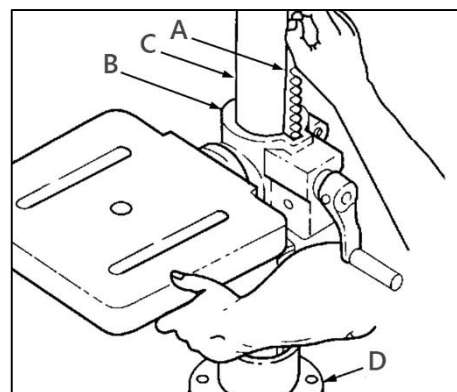

Рисунок 5.
Установите зубчатую рейку так, чтобы ее длинный гладкий конец смотрел вверх, в таком положении вставьте ее в паз в отверстии кронштейна стола. Соедините зубчатую рейку с шестерней, расположенной внутри паза, в зацеп. Удерживая зубчатую рейку (A) (рис. 5) и кронштейн стола (B) вместе, опустите их вниз по колонне (C). Опускайте зубчатую рейку вниз по колонне до тех пор, пока она не упрется в фланец (D) колонны.